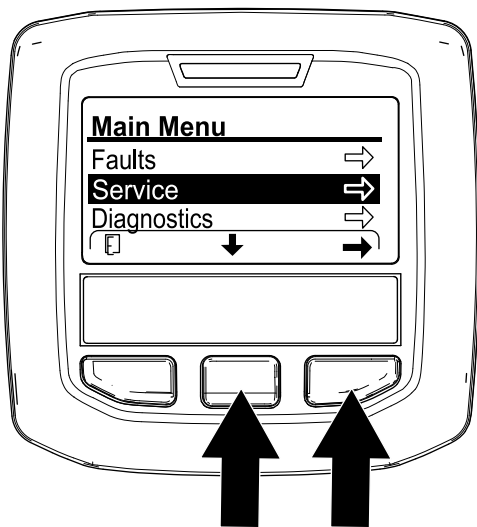

Figura 103
3. În InfoCenter, navigai la MENIUL PRINCIPAL (Figura 103).